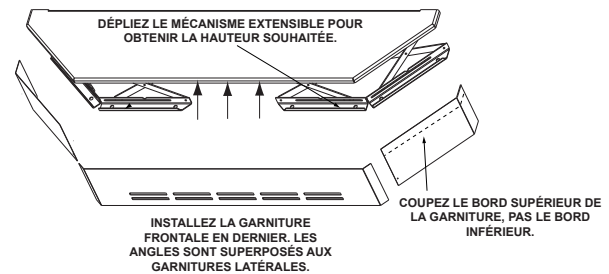

Figure 22.2
3. Mesurez les garnitures frontales et latérales de façon à ce qu'elles soient suffisamment hautes pour recouvrir les mécanismes extensibles et faites une marque au crayon avant de les couper. Coupez la garniture en trop sur le bord supérieur, pas le bord inférieur. Le bord est tranchant. Portez des gants pour éviter de vous blesser. Le bord coupé se glisse sous la lèvre de la garniture supérieure, afin de compenser les irrégularités de votre découpe (**Figure 22.2**).